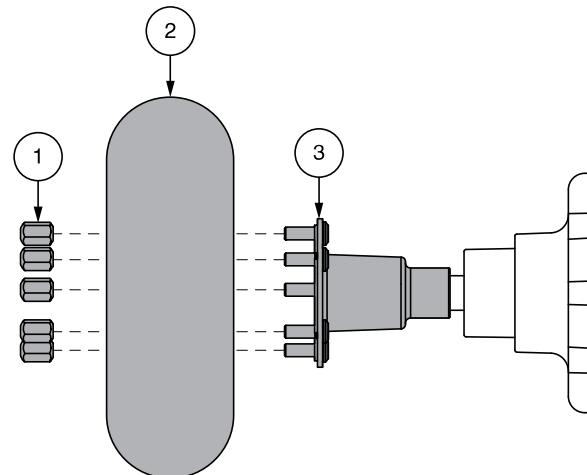

Figura 19. Ruota motrice smontata
4. Rimuovere i dadi ad aletta. Vedere figura 19.